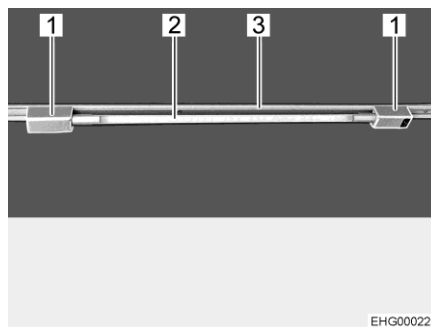

Bild 44 Röhrenleuchte
Röhrenleuchte einsetzen: ■ Beide Halter (Bild 44,1) in die Schiene (Bild 44,3) einsetzen. Dazu die Halter um 90° drehen.
■ Leuchtenkörper (Bild 44,2) in einen der Halter stecken.
Röhrenleuchte drehen: ■ Leuchtenkörper (Bild 44,2) drehen, bis die gewünschte Leuchtwirkung erreicht ist.